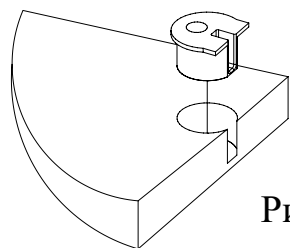

Рис.2
2. В детали 10 установите головки рафиксов (Рис. 2)